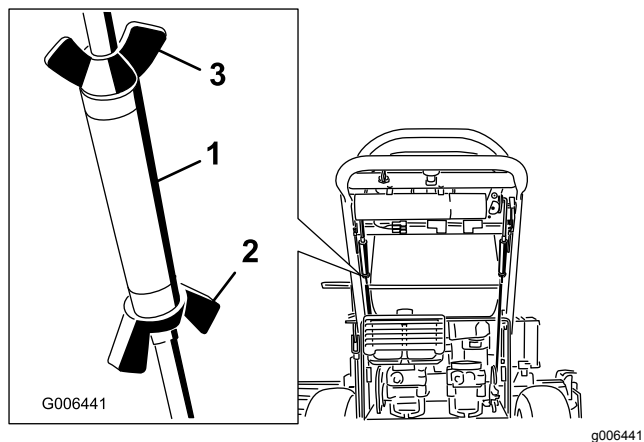

Рисунок 45
- Закрепите винтовую стяжку на месте с помощью барашковых гаек (Рисунок 45).